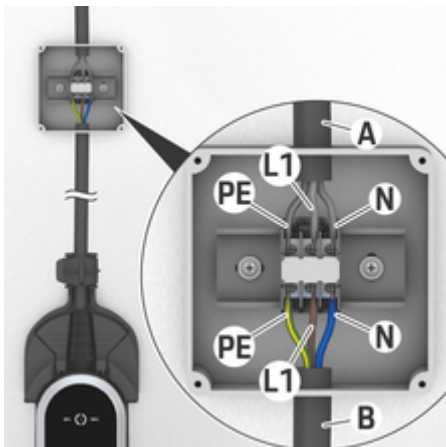

图 11 固定连接盒的接头（单相）
将控制单元 B（图 11）的电缆连接到固定连接 A（图 11）的端子时，请遵守指定的顺序。
2. 将保护导体 PE（图 11）连接到固定连接的 PE（图 11）端子。
3. 将零线 N（图 11）连接到固定连接的 N（图 11）端子。
4. 将火线 L1（图 11）连接到固定连接的 L1（图 11）端子。